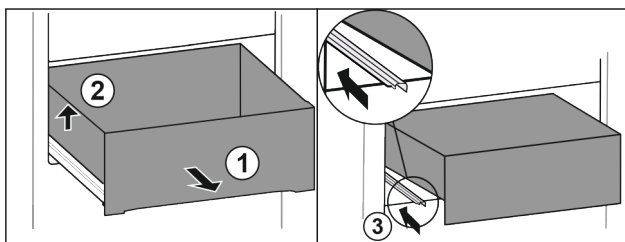

Fig. 71
- ▶ Витягніть висувний ящик до упору. Fig. 71 (1)
- ▶ Підняти висувний ящик ліворуч. Fig. 71 (2)
- ▶ Вставити ліву рейку. Fig. 71 (3)